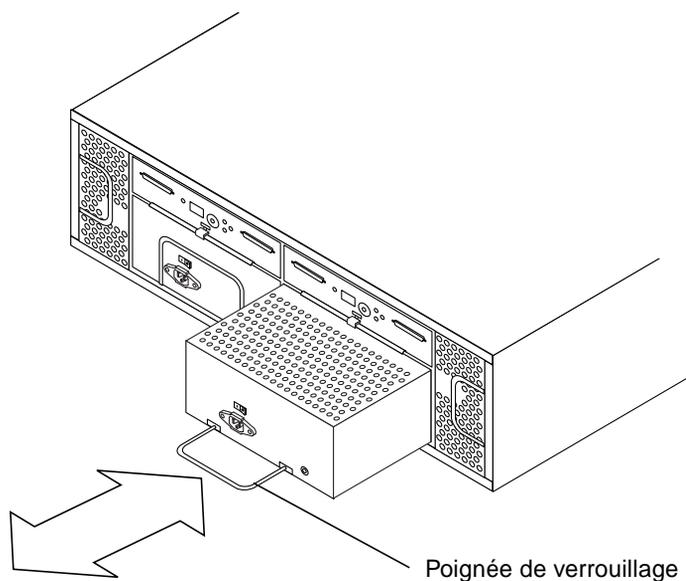

FIGURE 4-5 Retrait et remplacement d'une alimentation
- 2. Rabattez la poignée de verrouillage vers le bas et sortez l'alimentation de la baie (FIGURE 4-5).**